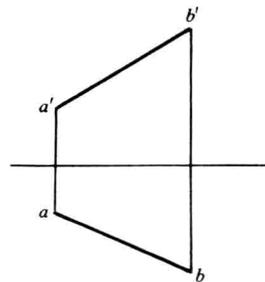

图 3.1
1. 用旋转法和换面法求图 3.1 所示 AB 线段的实长。